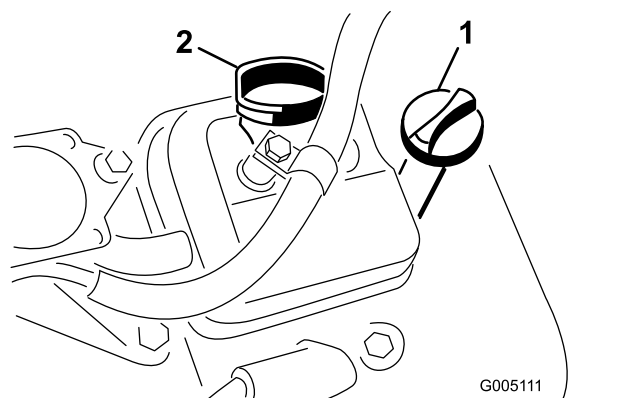

図 32
3. 補給口にディップスティックを差し込んでねじ部を最後まで締めこむ 図 32。